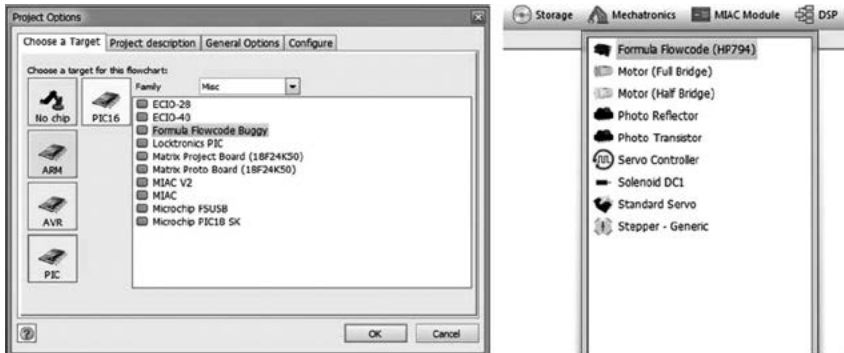

Рис. 148. Вибір плати в програмі Flowcode
- Запустіть *Flowcode*, натисніть *New Project* та оберіть необхідну плату: *Formula Flowcode Buggy* (рис. 148).